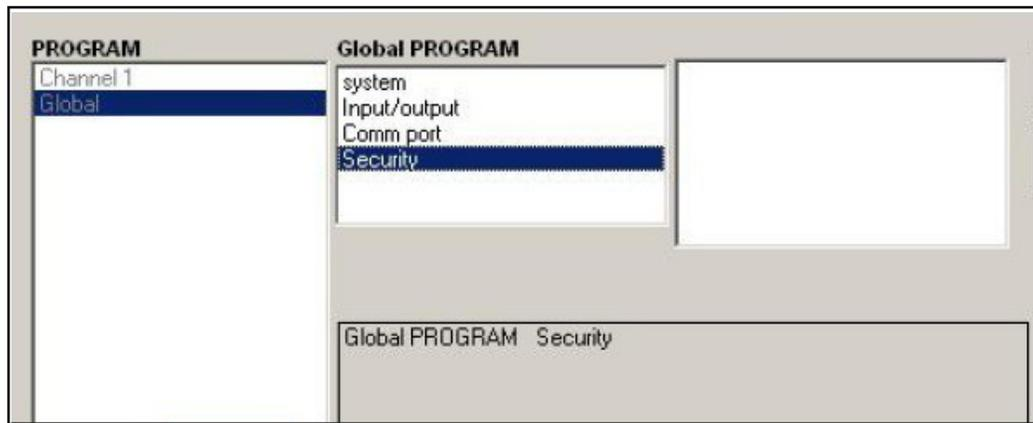

Figure 46 : Menu Général avec Option de sécurité en surbrillance
1. Dans le *Menu des données du site*, double-cliquez sur l'entrée Général. Si le système est déverrouillé, la fenêtre ressemble à la Figure 46 ci-dessous. Mettez en surbrillance et double-cliquez sur l'option Sécurité dans le volet central.